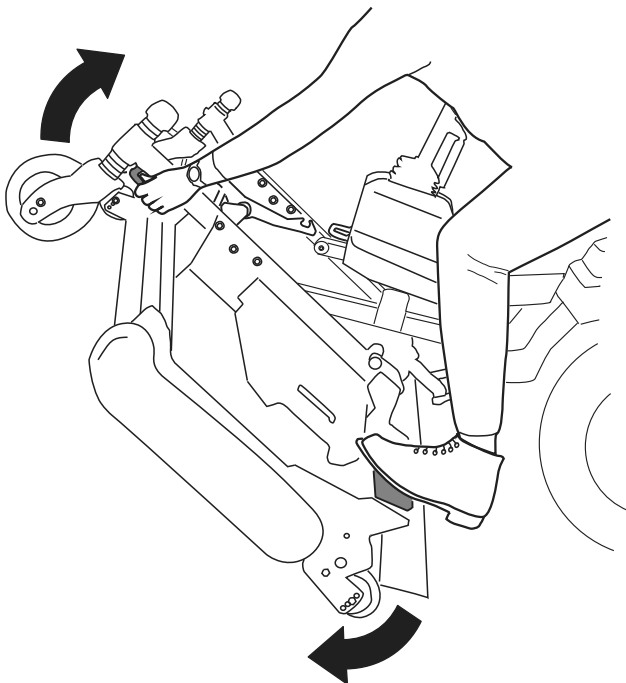
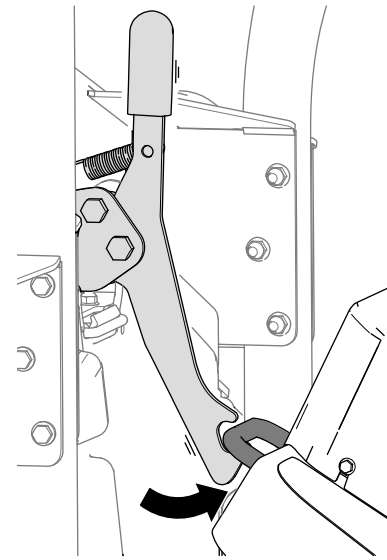
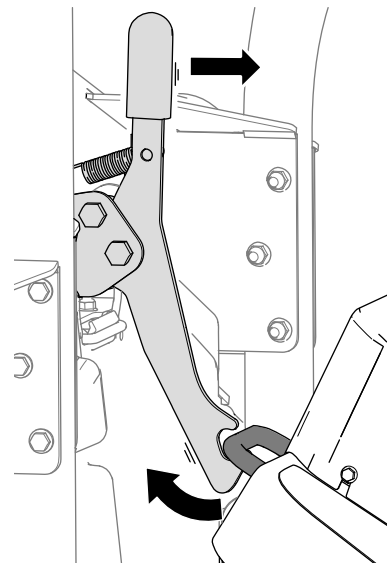

Figura 39
Figura 40
Figura 41
- Gire la unidad de corte (Figura 39) hasta que el cierre se enganche en el soporte de amarre (Figura 40).
- Desenganche el cierre de la unidad de corte del soporte de amarre (Figura 41) girando ligeramente la unidad de corte hacia adelante (Figura 39) y tirando hacia adelante de la palanca del cierre.